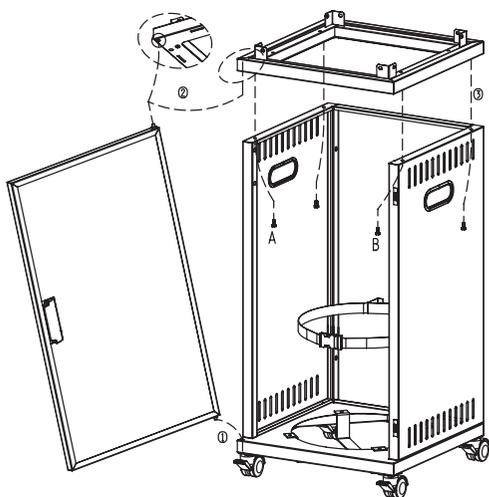

Рис. 9.
6. Вставьте поворотный штифт, расположенный в левом нижнем углу передней двери, в отверстие для него на основании (рис. 9).